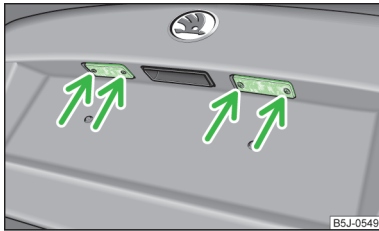

Abb. 163
- Die Gepäckraumklappe öffnen und die Glasabdeckung abschrauben » Abb. 163.